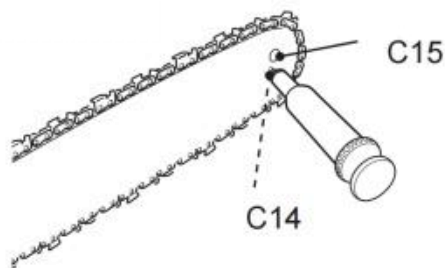

Fig. 69
2. Utilizzando una pistola per lubrificazione monouso, inserire la punta dell'ago nel foro di lubrificazione (C14) e iniettare grasso fino a quando non fuoriesce dal bordo esterno della ruota dentata (Fig. 69).